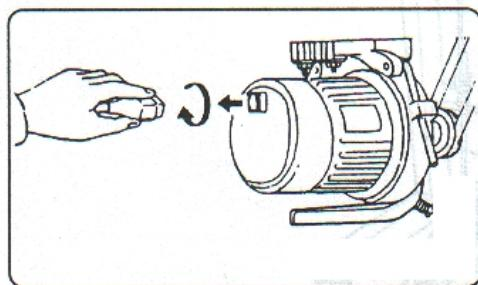

Рисунок 3-5
(1) После завершения сборки и установки машины, соедините проводку согласно соединительной диаграмме мотора, или инструкции контроллера, и сделайте проверочный запуск машины. Если смотреть на шкив, то направление его движения должно быть по часовой стрелке, как указано на рисунке. Если направление движения шкива неправильно, его можно изменить, развернув вилку на моторе на 180 градусов. См. рисунок 3-5.
(2) После запуска машины, посмотрите на окружный индикатор циркуляции масла и убедитесь, что масло циркулирует. Если масло брызжет струёй, это значит, что система в порядке. Отметьте, есть ли что-либо отклоняющееся от нормы при проверочном запуске. Машину можно запускать в эксплуатацию только после того, как Вы убедитесь в отсутствии каких-либо неполадок.